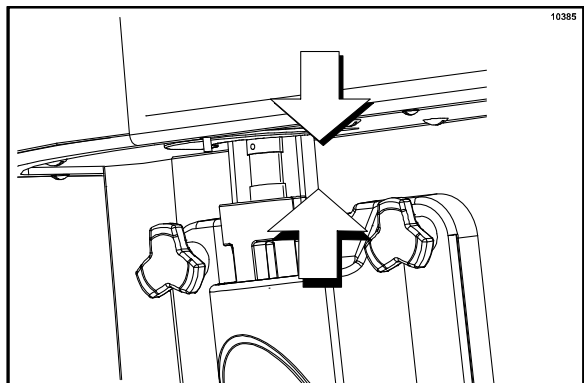

Figura 125
15. Levante o encaixe da luva do spinner e insira o eixo do spinner na cavidade da luva até que o encaixe possa cair na posição travada. (Veja a Figura 125.)